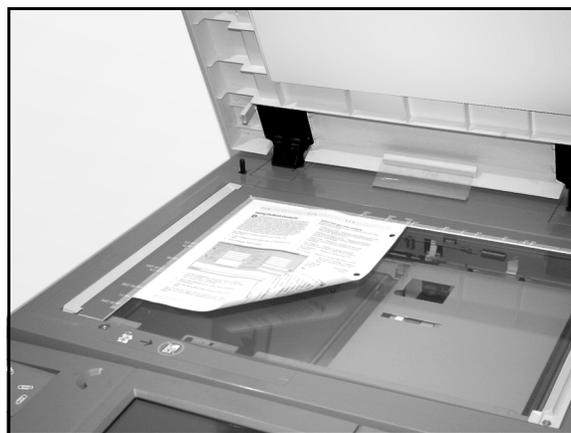

Figure 20 : Mise en place d'un document sur la glace d'exposition
- Relevez le chargeur automatique de documents (CAD) ou le cache-document puis placez le document face à copier dessous sur la glace d'exposition (voir la figure 20).